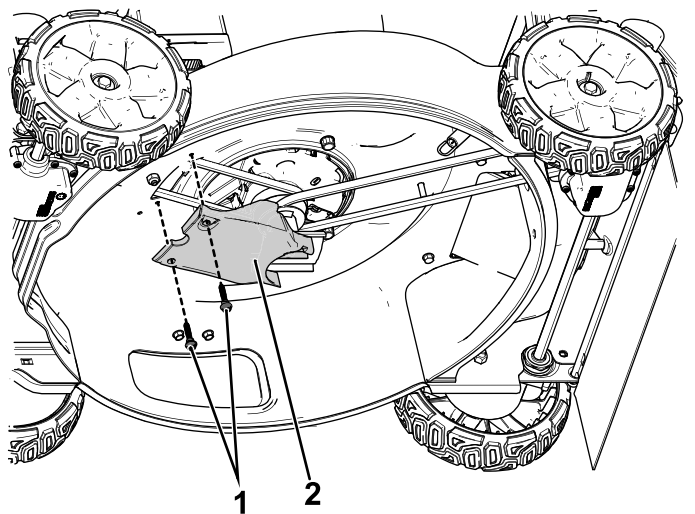

Figure 10
5. Serrez les 5 boulons qui fixent le déflecteur arrière en place (Figure 10).